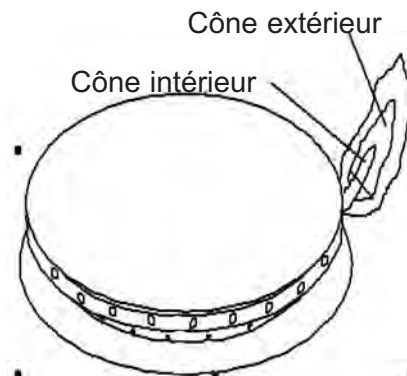

Figure 28
- iii) Vérifier la qualité de la flamme. Les brûleurs du dessus devraient avoir une flamme constante, relativement silencieuse avec un cône bleu aigu 1/2 po (13 mm). Il ne devrait pas avoir une flamme orange. Le brûleur du four une flamme bleue avec cônes intérieurs de 1/4 po à 1/2 po (6.35 mm à 13 mm). Voir figure 28. Si tout est en ordre, la "cuisson est au gaz". Sinon, référer au guide de dépannage, page 33.